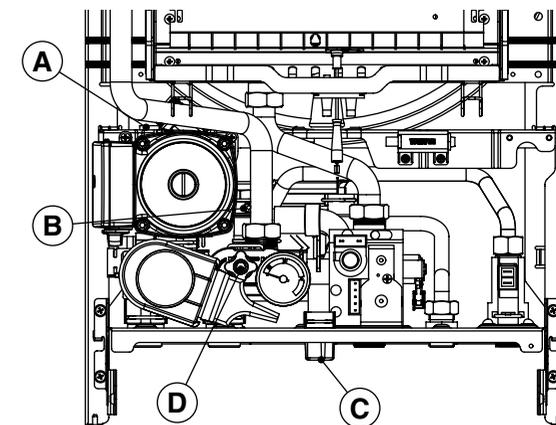

Fig. 8.3
Per i riferimenti ai vari componenti consultare il disegno raffigurato in *FIG. 8.3*.
- allentare la valvola di scarico caldaia (D - *FIG. 8.3*);